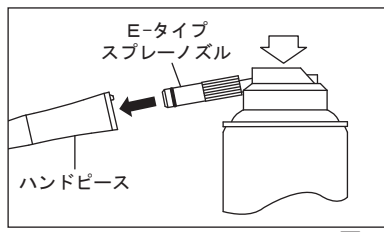

図7
- E-タイプスプレーノズルをハンドピース後部へ押し込み、ハンドピースを押さえて、ハンドピース先端よりオイルが出るまで2~3秒スプレーします。注油は先端から異物等の汚れが出なくなるまで繰り返し行います(図7)。
- 最後に、パナスプレープラス(図7)または弊社製自動注油システムによる注油を行います。